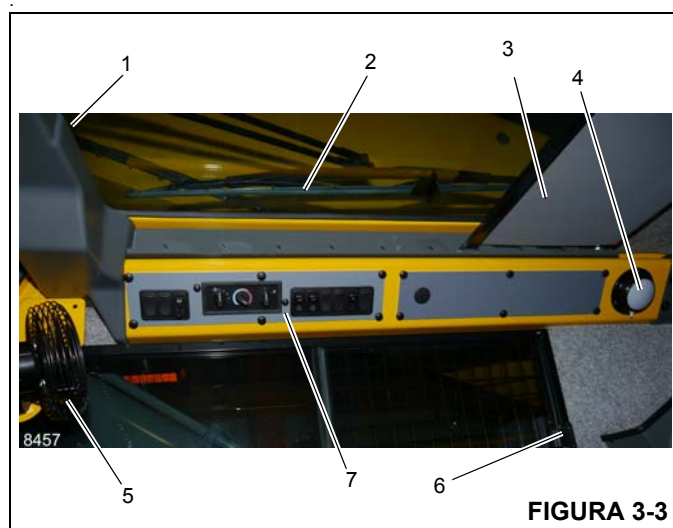
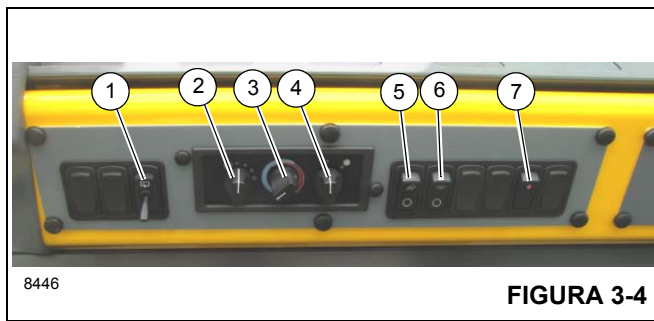

FIGURA 3-3
Figura 3-4 Números dos itens
A trava do teto solar (1) (Figura 3-3) localiza-se na frente da janela. Aperte a trava e deslize a janela para trás para abrir. Para fechar, deslize a janela para trás até que a trava encaixe.
O limpador do teto solar (2) (Figura 3-3) é controlado pela chave do teto solar, (4) (Figura 3-4) e é operado pelo motor do limpador.
O protetor do teto solar (3) (Figura 3-3) é usado para diminuir a incidência direta da luz do sol. O protetor é autorretrátil e pode ser ajustado para filtrar toda a luz ou ajustado para trás, encaixando-o nos entalhes existentes.
A luz de teto da cabine (4) (Figura 3-3) localiza-se no canto traseiro direito do console do teto da cabine e ilumina a cabine. A luz de teto é controlada por uma chave na própria luz.
O ventilador de circulação da cabine (5) (Figura 3-3) localiza-se no lado dianteiro esquerdo da cabine, acima da estrutura da janela. Uma articulação permite que o ventilador gire e uma chave em sua base controla a operação. A chave possui as posições alta, baixa e desligada.
A janela do lado direito da cabine pode ser aberta. Aperte a trava (6) (Figura 3-3) para liberar e deslize para frente. Para fechar, deslize a janela para trás até que a trava encaixe.
O limpador do teto solar acionado eletricamente é instalado para retirar a umidade do teto solar. O limpador do teto solar é controlado pela chave do limpador do teto solar (1) (Figura 3-4). A chave tem 6 posições, incluindo a configuração intermitente.
A chave do ventilador do aquecedor/ar-condicionado (2) (Figura 3-4) controla a velocidade do ventilador da cabine. A chave de rotação do ventilador controla o volume de saída do ar aquecido (ou a saída do ar refrigerado) do ventilador. Os ajustes são desligado, rotação baixa, rotação média e rotação alta.
A chave de controle do aquecedor (3) (Figura 3-4) controla a intensidade da temperatura de aquecimento. Gire a chave à direita (sentido horário) para abrir a válvula de aquecimento. (O calor é fornecido pelo fluido aquecido que passa pela serpentina do aquecedor). Gire a chave à esquerda (sentido anti-horário) para fechar a válvula e interromper a vazão do fluido, diminuindo o aquecimento.
A chave do ar-condicionado (4) (Figura 3-4) controla a operação do sistema de ar-condicionado opcional. Os ajustes são desligado (O) e ligado (I).
A chave das luzes de trabalho (5) (Figura 3-4) controla as luzes de trabalho do guindaste montadas na parte inferior dianteira da cabine da superestrutura. Pressione a parte superior da chave para ligar as luzes de trabalho. Pressione a parte inferior da chave para desligar as luzes de trabalho.
A chave das luzes da lança (6) (Figura 3-4) localiza-se no painel de controle do teto. Esta chave de duas posições (LIGADO/DESLIGADO) controla a operação dos holofotes da lança. Pressione a parte superior da chave para ligar as luzes da lança, pressione a parte inferior da chave para desligar as luzes.
A chave de alimentação das funções do guindaste (7) (Figura 3-4) localiza-se no painel de controle do teto. Essa chave com mola de retorno permite que o operador ative todas as funções do guindaste ao mesmo tempo ou desligue a alimentação das funções do guindaste acionadas pelos controladores remotos localizados nos apoios de braço. Pressioná-la liga todas as funções do guindaste. Pressioná-la pela segunda vez desliga todas as funções do guindaste. Desligue todas as funções do guindaste para evitar a operação acidental das funções devido a solavancos nos controladores durante um trajeto ou qualquer outra operação.